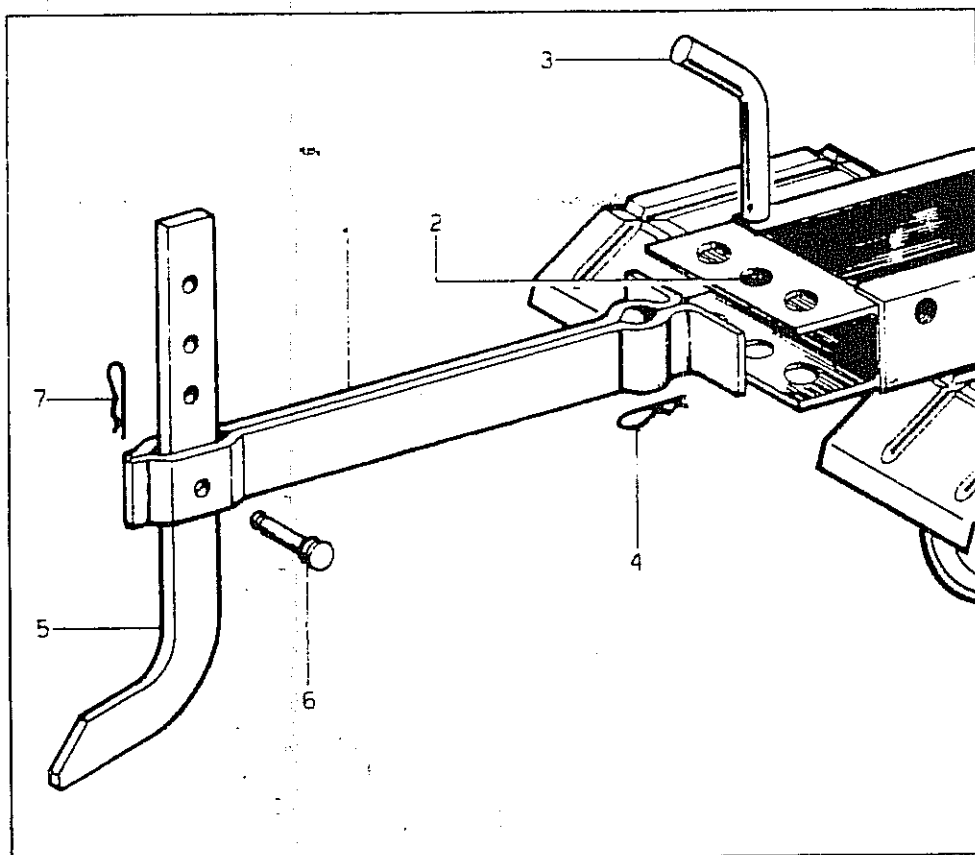

FIG. 3
Posizionare il braccio del timone (fig. 3, part. 1) in corrispondenza del foro centrale (2), bloccare con il perno (3) e la spina di sicurezza (4).
Place the drawbar arm (1, fig. 3) close to the central hole (2), lock with pin (3) and safety pin (4).
Positionner le bras du timon (1, fig. 3) à proximité du trou central (2), bloquer par le goujon (3) et la goupille (4).
Den Deichselarm (Bild 3, Detail 1) mit dem Zentralloch (2) ausrichten und durch den Bolzen (3), sowie die Sicherungstifte (4) festklemmen.